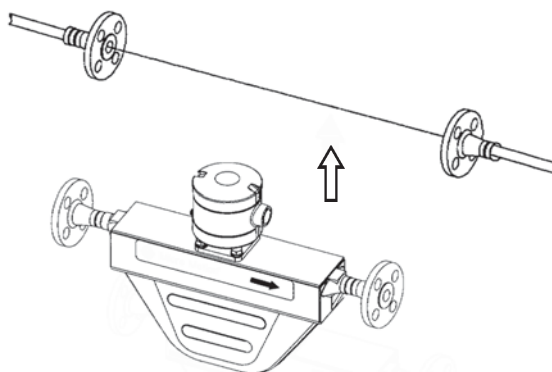

Рис.5. Монтаж расходомера во фланцы трубопровода.
- несоосность ответных частей трубопровода (рис.5).